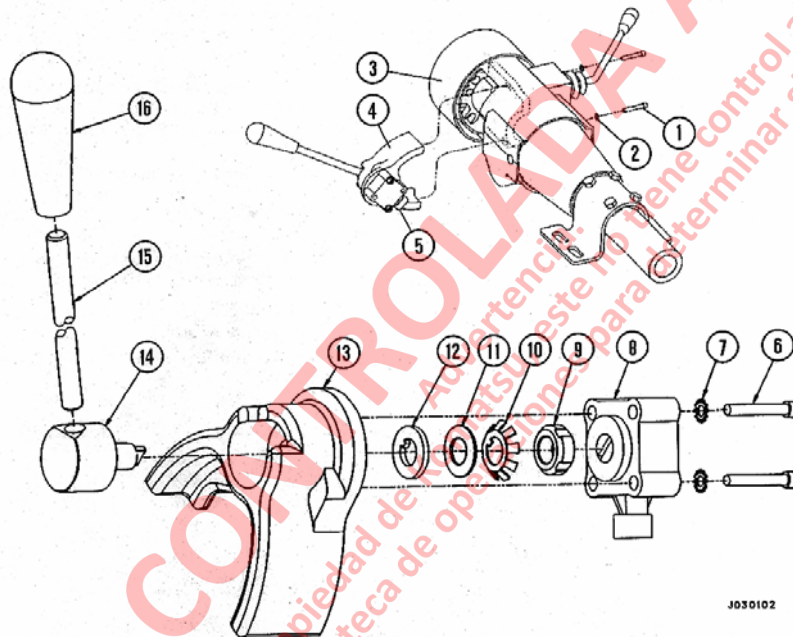

FIGURA 3-30. PALANCA DE CONTROL DE RETARDO MONTADA EN COLUMNA
Debido al desgaste, el conjunto de la Palanca de Control de Retardo (4, Figura 3-30) puede requerir ajuste o reparación ocasionalmente.
1. En la cabina del operador, saque los pernos (1, Figura 3-30) y golillas de seguridad (2) de la columna de la dirección (3).
2. Desconecte el conector del cableado (5) del conjunto de la palanca (4).
1. Conecte el conector del cableado (5, Figura 3-30) al conjunto de la palanca (4).
1. Saque los pernos (6, Figura 3-30) y las golillas de seguridad (7) del conjunto de la palanca.
2. Saque el potenciómetro (8).
3. Doble las alas de la golilla (10) alejando de las ranuras en la contratuerca (9).
- a. Si se debe desarmar completamente el conjunto de la palanca, suelte y saque la contratuerca (9) junto a la golilla alada (10), resorte (11) y golilla (12). Saque el mango y el conjunto del eje (14).
El potenciómetro (8, Figura 3-30) vuelve a la posición OFF por acción de un resorte. Con el conjunto del interruptor fuera del conjunto de la palanca, haga las siguientes revisiones:
1. Si se ha sacado el mango (16, Figura 3-30) o la palanca (15) del eje (14), ensamble como sigue:
- a. Aplique Loctite™ # 271 a la palanca (15) e instale completamente la palanca en el eje (14).
- b. Aplique Loctite™ # 271 al extremo opuesto de la palanca (15) e instale el mango (16).